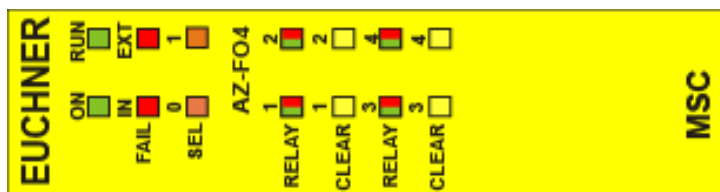

Figure 22 :
8.3.10. Module AZ-FO4 (Figure 22)